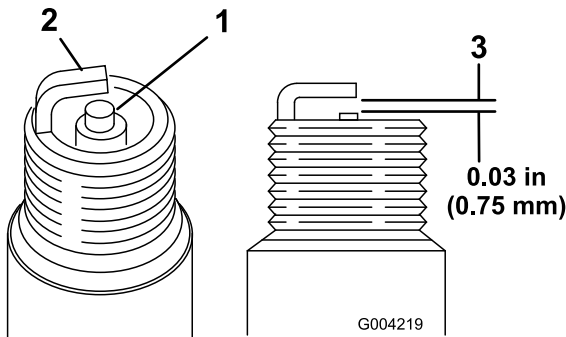

Bild 39
- Sehen Sie sich die Mitte der Zündkerzen an (Bild 39). Wenn der Kerzenstein hellbraun oder grau ist, ist der Motor richtig eingestellt. Eine schwarze Schicht am Kerzenstein weist normalerweise auf einen schmutzigen Luftfilter hin.
- Prüfen Sie den Abstand zwischen den mittleren und seitlichen Elektroden (Bild 39).
- Verbiegen Sie die seitliche Elektrode (Bild 39), wenn der Abstand nicht stimmt.